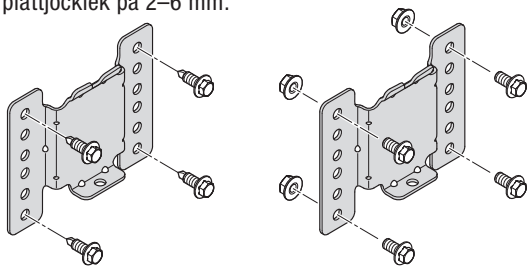

Bild 4
- Fäst hållaren med 4 sexkantskruvar M6 × 12 och 4 sexkantsmutterar M6 eller med 4 självborrande skruvar 6,3 x 19 (åtdragningsmoment: 9+1 Nm), se bild 4.
Använd helst de övre och nedre fästhål, se bild 4. Om andra hål används måste det vara minst två hål mellan fästskruvarna.